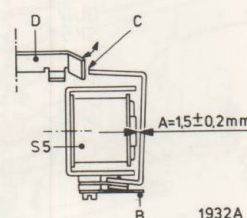

Fig. 33
j. Electromagneet S5 (fig. 33)